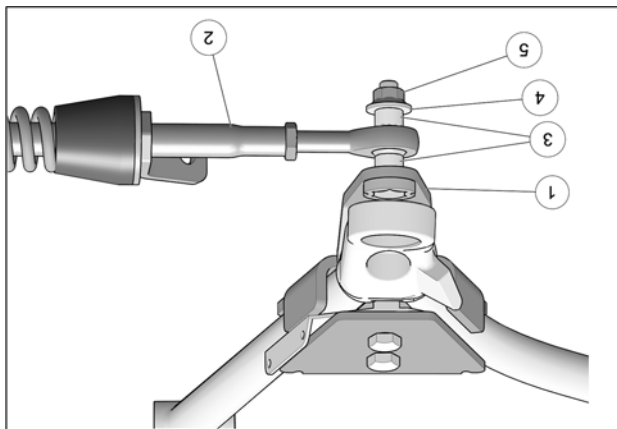

Fig. 13
7. Fixer le bras stabilisateur (2) au boulon déjà installé sur l'ancrage de suspension (1) à l'aide des deux espaces (3), de la rondelle (4) et de l'écrou autobloquant (5). Serrer à un couple de 70 N•m [52 lb•pi]. Voir la Fig. 13